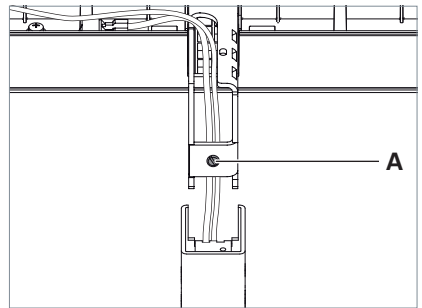

Fig. 15: Leuchtenkopf justieren.
- ▶ Um den Leuchtenkopf etwas anzuheben, drehen Sie die Justierschraube **A** eine Umdrehung gegen den Uhrzeigersinn, siehe Fig. 15.